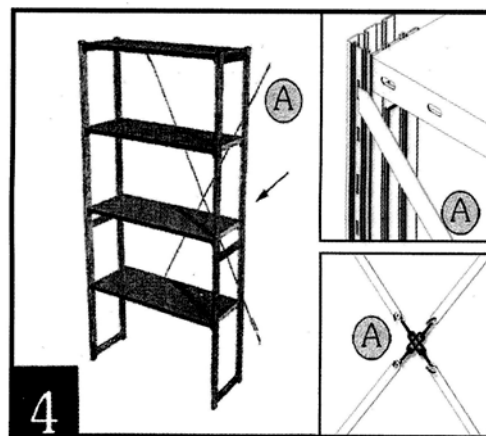

РИС. 4. Установка крестовин жесткости
4. Крестовины жесткости располагаются с задней стороны стеллажа. Вставьте зацепы крестовины в отверстия торца противоположных спаренных стоек на одном уровне, согните их под углом 45 градусов по направлению к центру стеллажа, соедините пластины крестовин с помощью двух талрепов (крюк-крюк) (рис. 4).